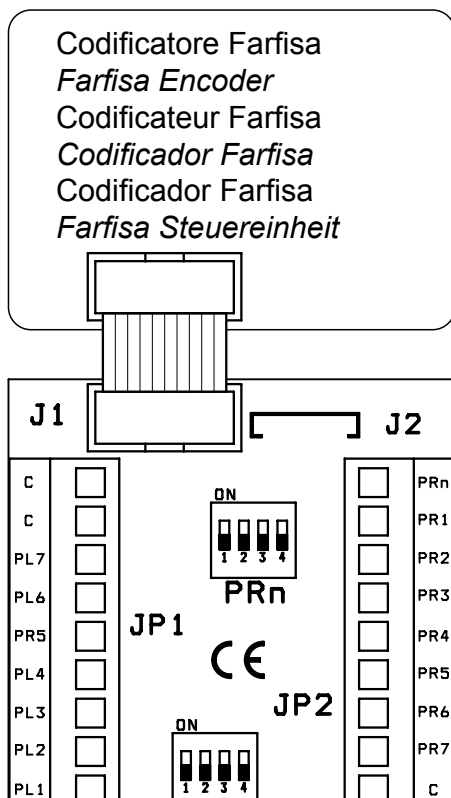
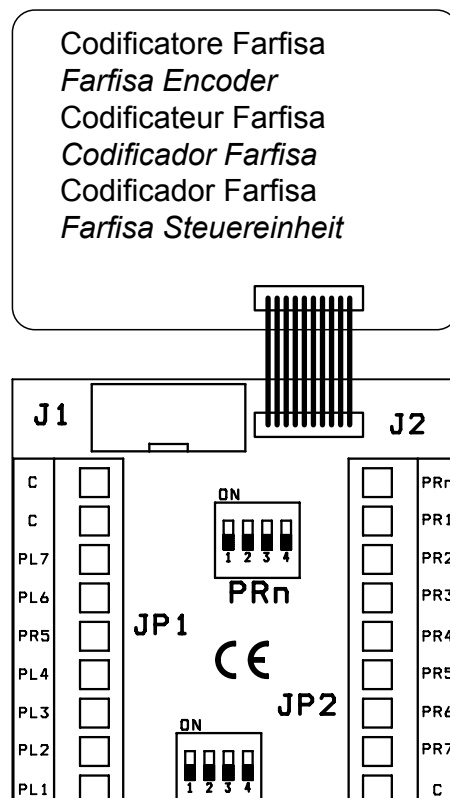

fig.1a
fig.1b
- Con i cavetti forniti a corredo, collegare la scheda XT2928U ad un modulo codificatore digitale Farfisa (usare J1 o J3 a seconda del tipo di connettore presente nel codificatore; fig.1a o fig.1b).
- Con los cables suministrados, conectar la tarjeta XT2928U a un módulo codificador digital Farfisa (usar J1 o J3 según el tipo de conector presente en el codificador; fig.1a o fig.1b).
- Using the supplied cables, connect the board XT2928U to a Farfisa digital encoding module (use J1 or J2 according to the connector of the Farfisa encoding module; fig.1a or fig.1b).
- Com os cabos fornecidos, conectar a placa XT2928U a um módulo codificador digital Farfisa (usar J1 ou J3 segundo o tipo de conector presente no codificador; fig.1a ou fig.1b).
- À l'aide des câbles fournis, brancher la carte XT2928U à un module encodeur digital Farfisa (utiliser J1 ou J3 en fonction du type de connecteur présent dans l'encodeur; fig.1a ou fig.1b).
- Mit den mitgelieferten Kabeln, die XT2928U Baugruppe mit der entsprechenden Farfisa Steuereinheit verbinden (J1 oder J3 je nach Art des Steckverbinders in der Steuereinheit verwenden, Abb. 1a oder Abb. 1b).